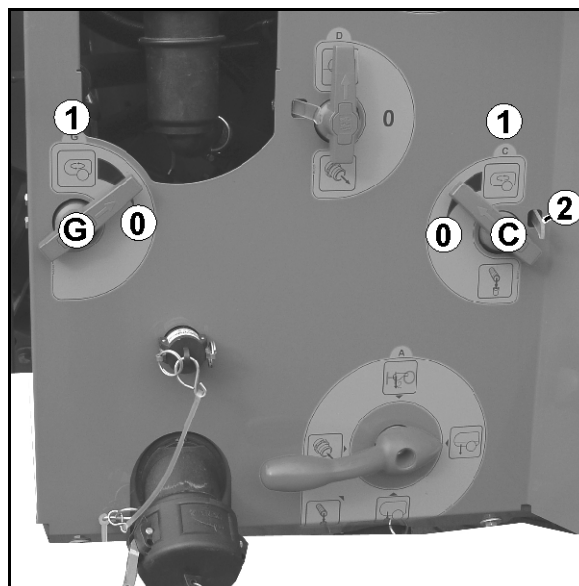

Рис. 46
Опора с рукояткой (Рис. 46/1):
2. Вытяните палец (Рис. 46/3).
3. Поднимите/опустите опору за ручку (Рис. 46/4).
5. С помощью рукоятки (Рис. 46/5) опору
- о полностью поднимите (Рис. 46/5).